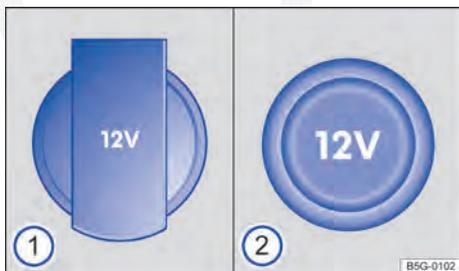

Fig. 123 Tomada 12 V dobrável ①, tomada 12 V com cobertura removível ②.
- Na parte inferior do console central ⇒ Fig. 123.
- No compartimento de bagagem ⇒ Fig. 123.